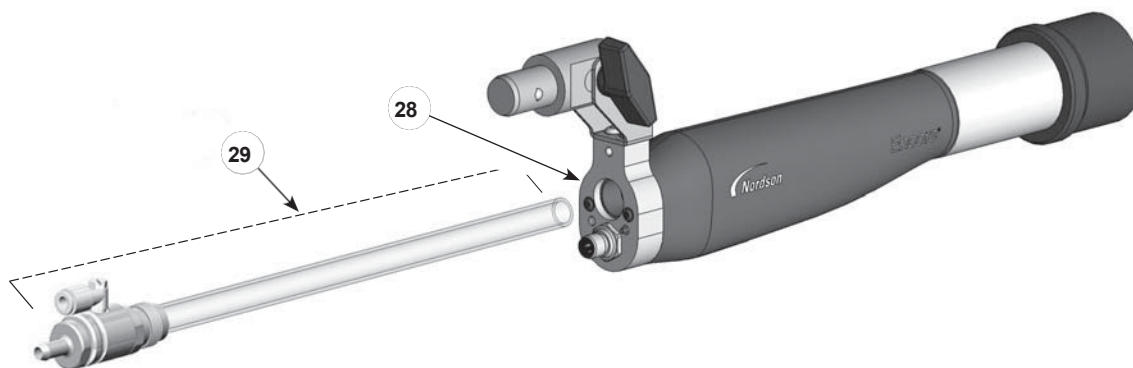

Рисунок 7-1 Замена порошковой трубки
19. См. Рисунок 7-1. Установите трубку для порошка (22) в адаптер (30), поворачивая ее чтобы вставить трубку за внутреннее уплотнительное кольцо до полной посадки.